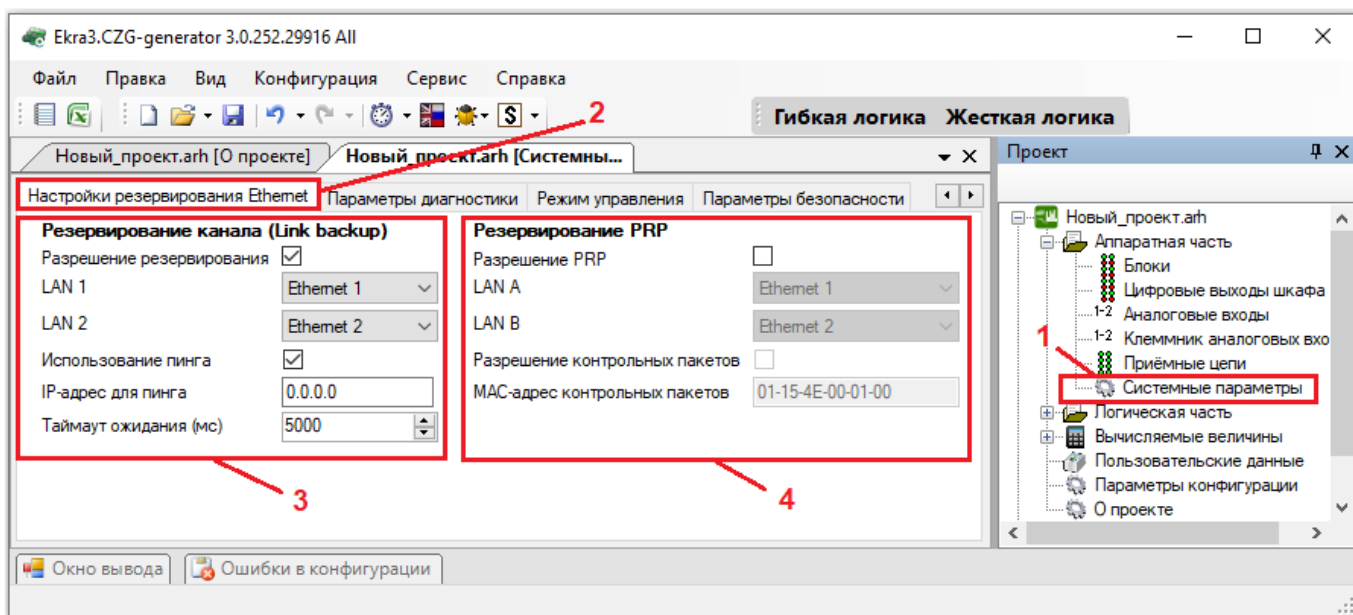

Рисунок 3.62
Окно **Настройка резервирования Ethernet** (см. рисунок 3.62), пункт меню «дерева» проекта **Аппаратная часть** → **Системные параметры** → **Настройки резервирования Ethernet**, предназначено для настройки резервирования Ethernet.
В «дереве» проекта перейти к разделу **Системные параметры** (см. рисунок 3.62, поз. 1).
Открыть вкладку **Настройки резервирования Ethernet** (см. рисунок 3.62, поз. 2).
а) установить флажок перед полем «Разрешение резервирования» (см. рисунок 3.62, поз. 3). В этом режиме оба интерфейса имеют одинаковые IP-адрес и MAC-адрес;
б) выбрать «LAN 1» (основной интерфейс) и «LAN 2» (резервный интерфейс) (см. рисунок 3.62, поз. 3);
3.4.7.8.1.2 Настройка резервирования по протоколу PRP (см. рисунок 3.62, поз. 4):